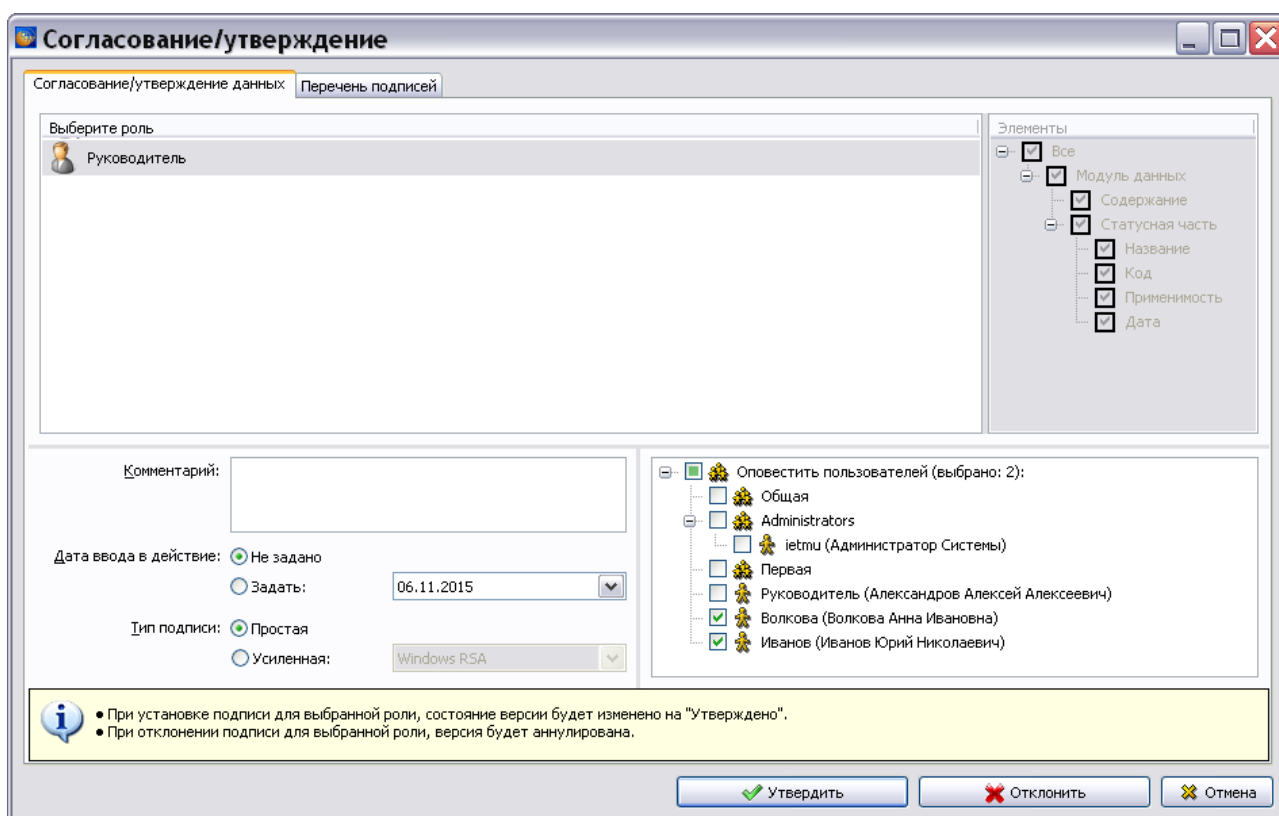

Рис. 19.23
1. Выделите версию МД и нажмите на кнопку **Утвердить** . После этого появится окно **Согласование/Утверждение** (Рис. 19.23).